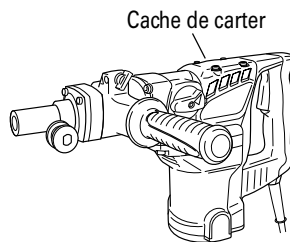

Fig. 18
- (1) Enlever le couvercle du carter et essuyer la graisse à l'intérieur. (Fig. 18)
- (2) Appliquer 2.0 oz (60 g) de graisse pour marteau électrique Hitachi A (accessoire sur option, en tube) au carter.
- (3) Après avoir fait le plein de graisse, installer fermement le couvercle du carter.